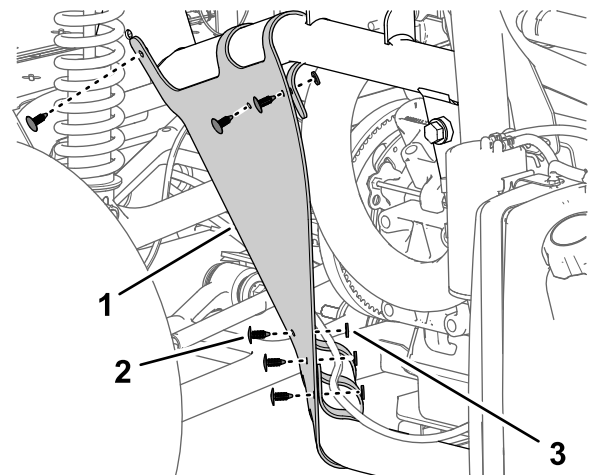

Bild 12
4. Entfernen Sie die sechs Eindrückbefestigungen und fünf Scheiben (9/16 x 1/2"), mit denen die innere Kotflügelhaube am Rahmen der Maschine befestigt ist (Bild 12).